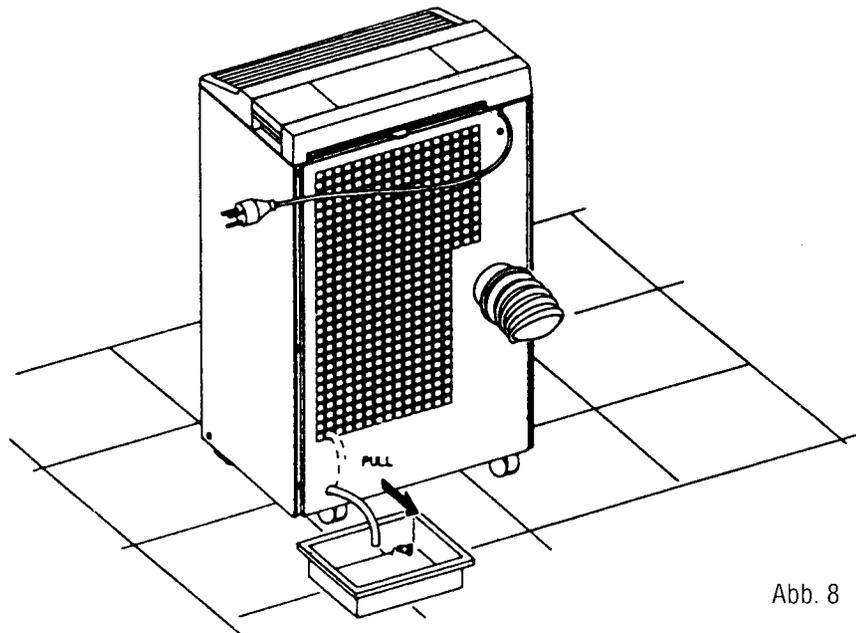

Abb. 8
BEACHTEN SIE: Bei extrem hoher Luftfeuchtigkeit wird sich der Wasserbehälter schnell füllen. Die Anzeige (11) blinkt auf. Bei gefülltem Wasserbehälter stoppt die Entfeuchtungsfunktion. Schalten Sie das Gerät ab, leeren Sie den Wasserbehälter und schalten Sie das Gerät neu ein, um mit der normalen Funktion fortzufahren. Um das Wasser abfließen zu lassen, stellen Sie einen Topf unter den Abflußschlauch und nehmen Sie den Stöpsel aus dem Schlauch (s. Abb. 8).